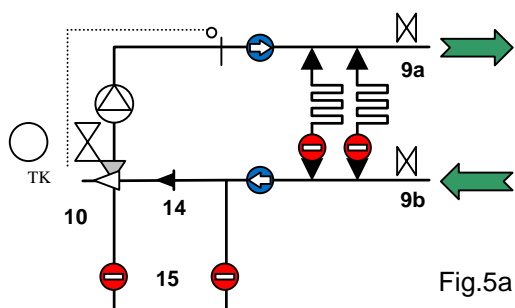

Fig.5a
Remplissez ensuite le distributeur et la station directrice Tempco Fix d'eau de chauffage selon la VDI 2035. Pour ce faire, vous devez raccorder le tuyau de remplissage (9b) et le tuyau de vidange à la conduite d'alimentation (9a) (Fig. 5a). Ouvrez les robinets (9a et 9b) et remplissez le distributeur et la station directrice jusqu'à ce que l'eau sorte de la conduite d'alimentation (9a). Refermez ensuite les deux robinets. En cas de températures froides de l'eau, l'élément de la sonde de la tête thermostatique (10) doit être retirée de l'enveloppe immergée ou on utilisera une vanne manuelle de protection au lieu de la tête thermostatique, de sorte que l'écoulement se fasse par le robinet à trois voies.